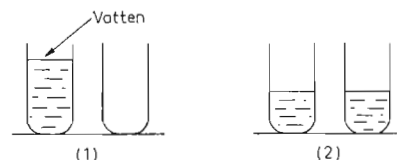

Fig 3
Ing. Persson visar i en kommentar till sin lösning (se ovan) en intressant analogi, som har att göra med vattenmängd och lägesenergi (se fig. 3). Vattnet i den fulla behållaren (1) har fördelats lika mellan de två behållarna (2). Lägesenergin före och efter fördelningen är respektive